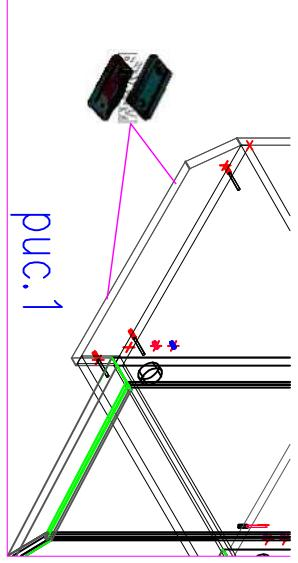

рис.2
- 2.На посадочные места дет.1,2 установить монтажные планки Ф.№6(рис.2)
- 7.В посадочные места дет.1,2 установить полкодержатели Ф №4( рис.2).